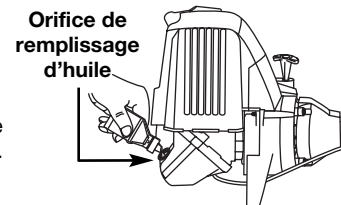

Fig. 2
- Placez l'appareil sur une surface horizontale plane (Fig. 2).